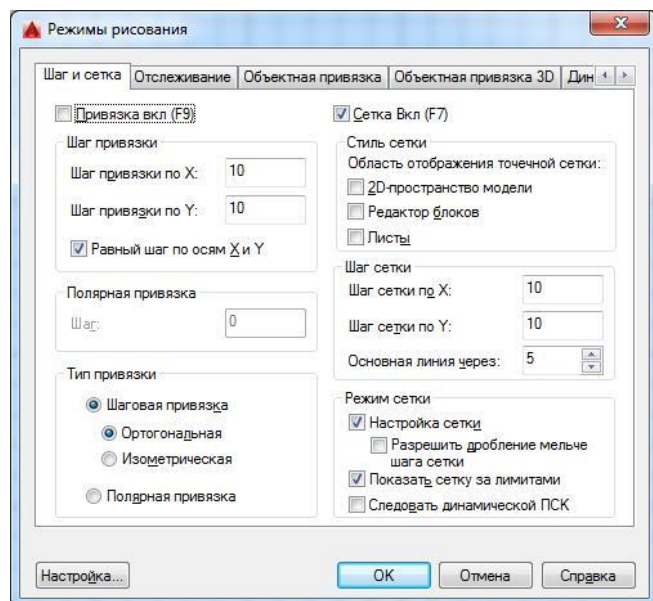

Рис. 2
3.2. Настройка масштаба сетки и величины шага (расстояния привязки) производится вызовом пункта меню *Сервис* □ *Режимы рисования...* Откроется окно "Режимы рисования". На вкладке "Шаг и сетка" сделать соответствующие настройки - масштаб сетки и величина шага – 10 мм и в окошках должны стоять флажки (рис.2).